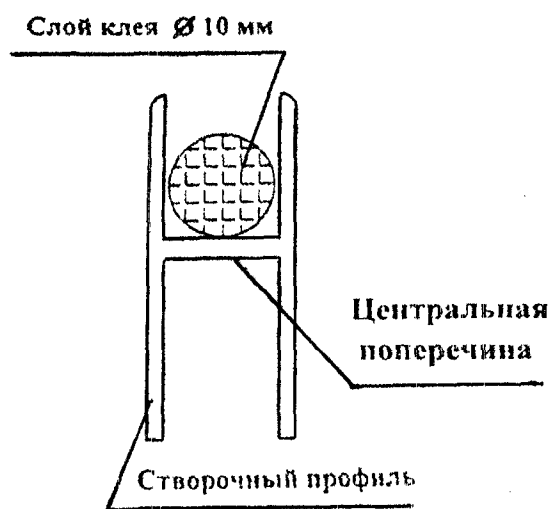

Рис.1.1
1.2. Клей наносится «колбаской» диаметром 10 мм в паз створочного профиля (см. Рис.1.1). При этом слой клея должен быть короче длины профиля примерно на 10 мм.